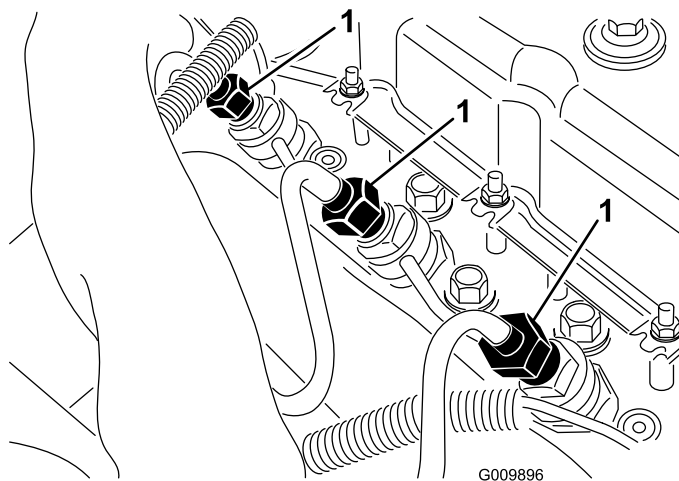

Bild 48
1. Lösen Sie die Rohrverbindung zu einem der Kraftstoffeinspritzer (Bild 48).